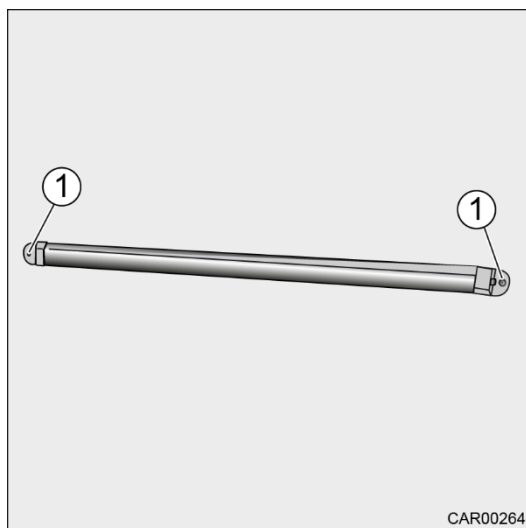

Fig. 169 Éclairage LED dans le garage à scooter
1. Desserrer les vis (Fig. 169/1).